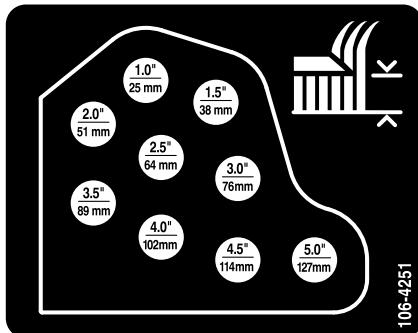

Figura 19
10. Monte as correntes da altura de corte no orifício da altura de corte desejada com o contrapino e pino de segurança (Figura 19).